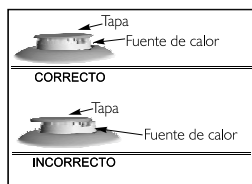

Figura 26
- Antes de encender las fuentes de calor, verifique la posición correcta del difusor y la tapa de la fuente de calor, éstas deben ser concéntricas al inyector (ver figura 26, página 18).
- Verifique antes de encender la fuente de calor que la tapa esté correctamente ubicada y ajustada a ésta, como se muestra en la Figura 26.